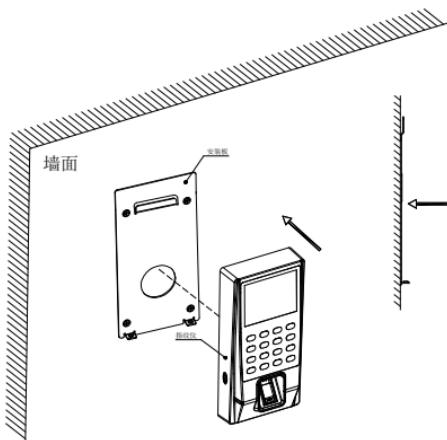

图 5-1
- 1、把连接好的数据线和电源线等整理好后并 放入86\*86电工接线盒内，将指纹仪往安装板上靠，如图5-1所示